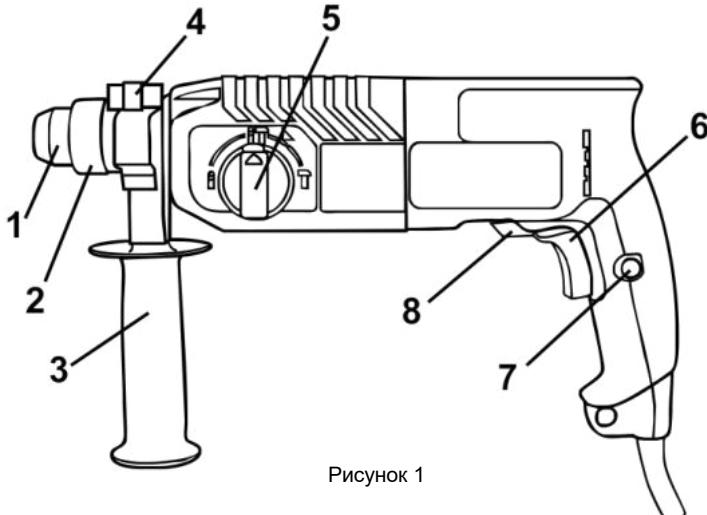

Рисунок 1
2.2.1 Виріб має несучий пластиковий корпус з вмонтованим електричним колекторним двигуном, редуктором з пневматичним ударним механізмом, на вихідному валу якого встановлюється патрон **SDS-Plus** (2) для закріплення змінних робочих інструментів з циліндричними хвостовиками системи SDS-Plus, згідно рис. 1. Корпус одночасно вміщує органи керування режимами інструменту, шнур живлення від мережі змінного однофазного струму та має опорну поверхню для встановлення передньої рукоятки (3) з можливістю фіксованого позиціонування навколо подовжньої осі виробу.
4.1 Виберіть необхідний режим роботи виробу за допомогою перемикача (5) (див. рисунок 1, таблицю 1). При необхідності встановлення свердлильного патрона – встановіть його в патрон
4.2 Для ввімкнення виробу натисніть на курковий важіль перемикача (6) (рис.1). Для відключення виробу слід курок відпустити.